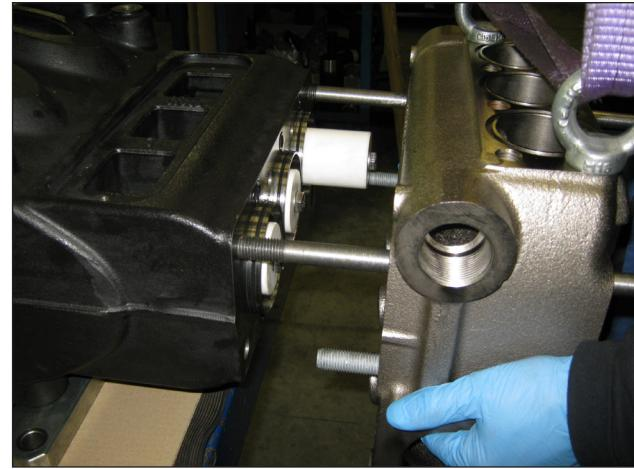
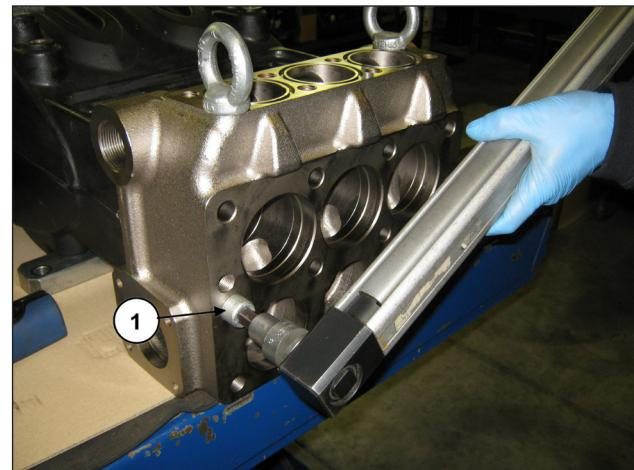

Fig. 119
Fig. 120
Montare la testata sul carter pompa (pos. ①, Fig. 119) facendo attenzione a non urtare i pistoni ed avvitare le 2 viti M16x180 (pos. ①, Fig. 120) con chiave dinamometrica come indicato al capitolo 3 TARATURE SERRAGGIO VITI.